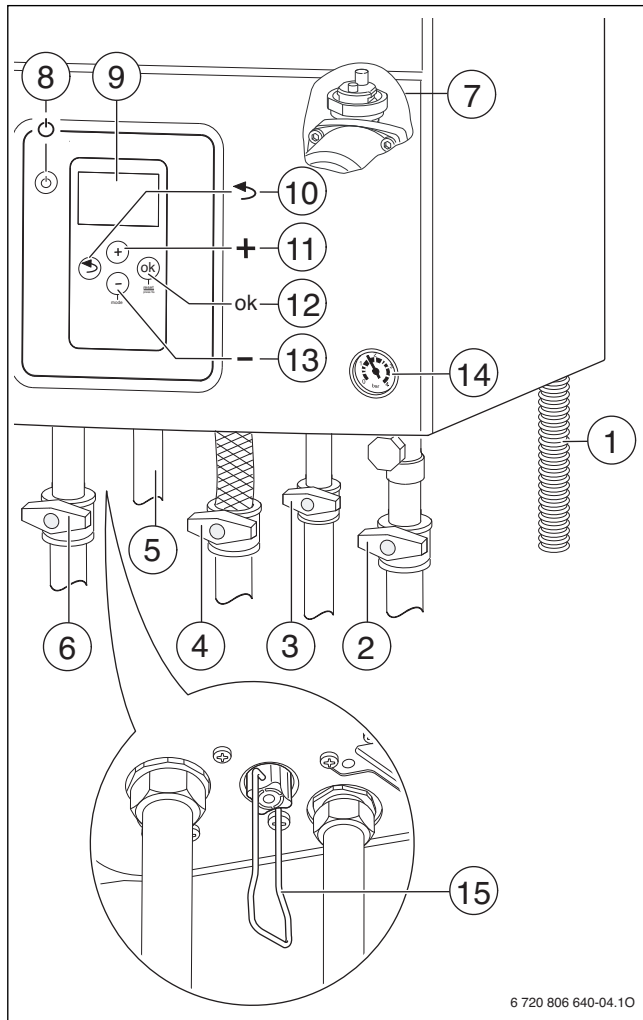

Fig. 24
- ▶ Deschideți aerisitorul automat (lăsați-l deschis) (→ Fig. 24, [7], pagina 19).
- ▶ Deschideți robinetul pentru apă rece (→ Fig. 24, [3]).
- ▶ Deschideți robinetul pe turul încălzirii și cel pe returul încălzirii (→ Fig. 24, [6] și [2], pagina 19).
- ▶ Deschideți robinetul de gaz (→ Fig. 24, [4]).